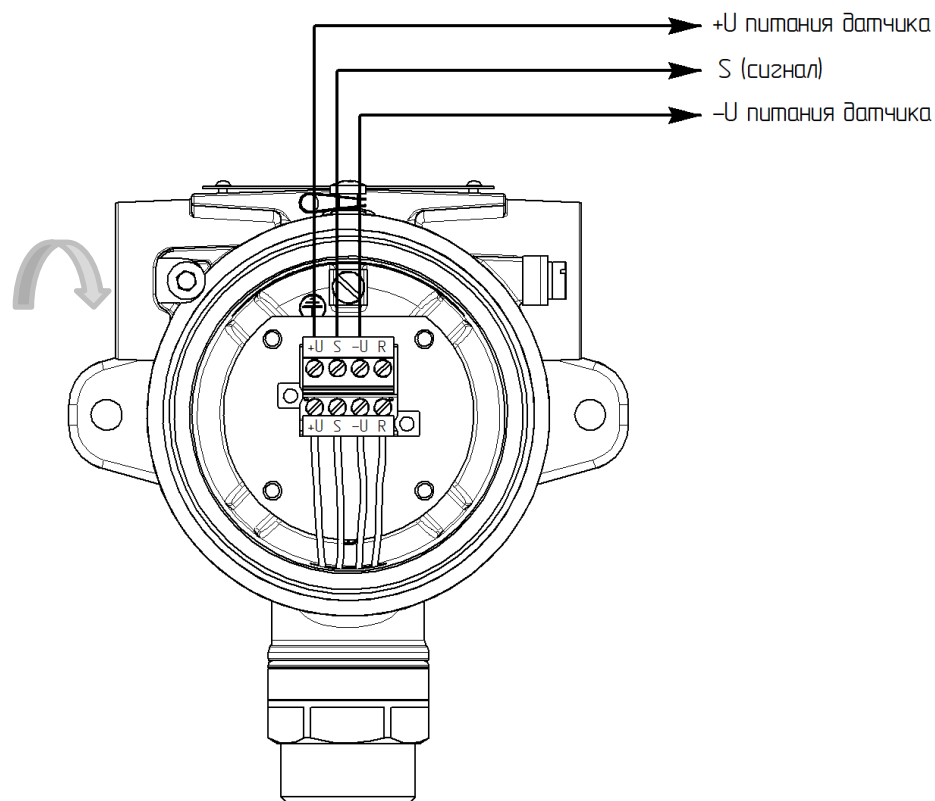

Рисунок 7 – Схема подключения датчика ERIS XS
- а) Закрутить стопорный винт в корпусе датчика (рис.7).
- в) Выполнить подключение согласно схемы (рис.7). Подключения проводов кабеля производить в соответствии с назначением и в соответствии с маркировкой. Во время проведения работ избегать попадания влаги в датчик.